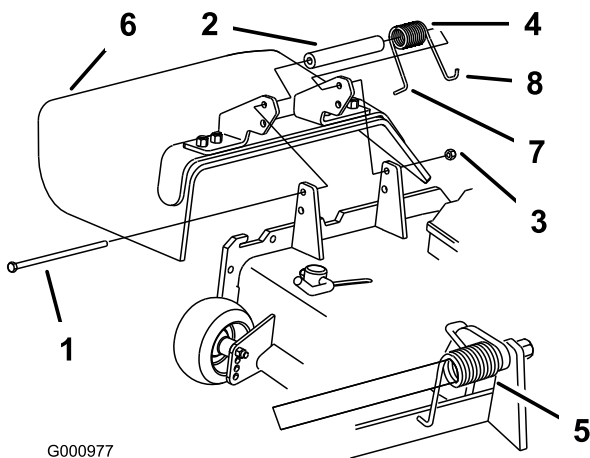

Figura 90
1. Retire la contratuerca, el perno, el muelle y el espaciador que sujetan el deflector a los soportes de pivote (Figura 90). Retire el deflector de hierba dañado o desgastado.
Nota: Asegúrese de colocar el extremo en L del muelle detrás del reborde de la plataforma antes de instalar el perno, según muestra Figura 90.
3. Instale el perno y la tuerca. Coloque el extremo en J del muelle alrededor del deflector de hierba (Figura 90).